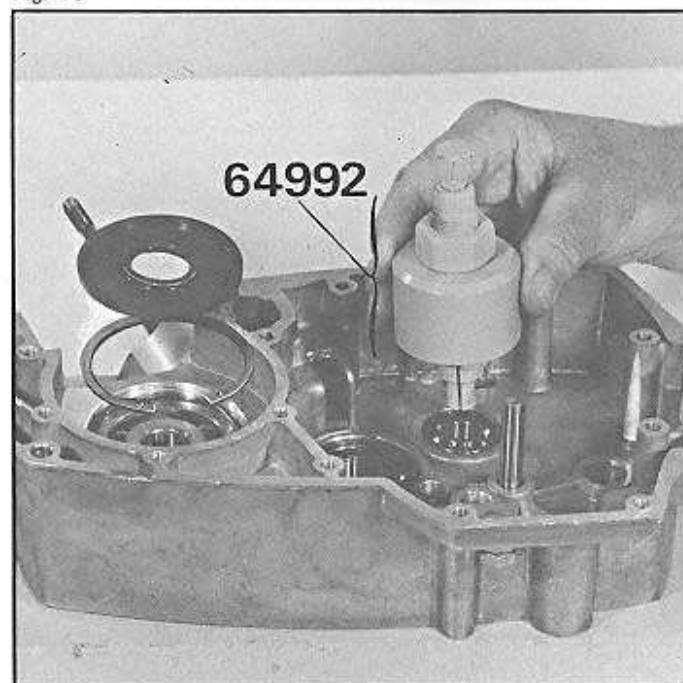

Fig. 71
- Utiliser l'extracteur n° 64992 (fig. 71).